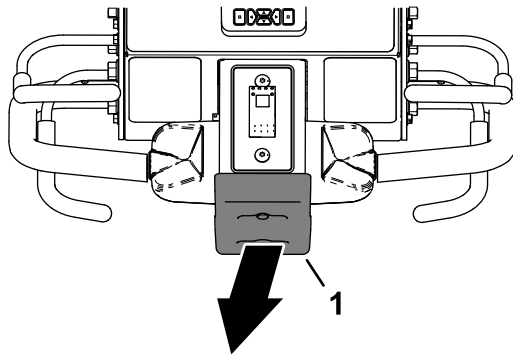

Figura 92
2. Aléjese del interruptor de parada de emergencia (Figura 92).